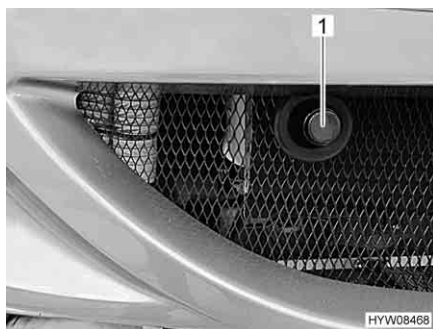

Fig. 37 Copertura (alloggiamento dell'occhione di traino)
- Rimuovere la copertura (Fig. 37,1).